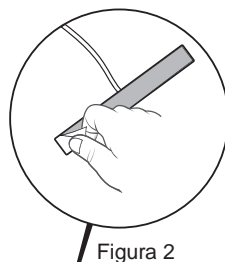

Figura 2
- 3- Avvitare l'antenna con la chiave fornita, e fissatela usando il biadesivo (figura 2).